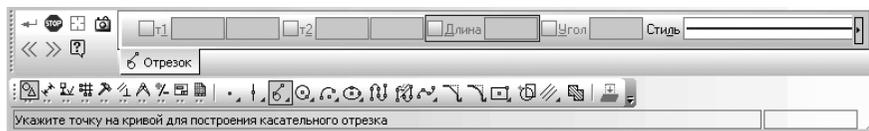

Рис. 4.16. Панель свойств: Касательный отрезок через точку кривой, Компактная панель и Строка состояния
- щелкните на **Компактной панели** на панели инструментов по кнопке – **Отрезок** и, удерживая ее нажатой, переместите вверх на кнопку . **Касательный отрезок через точку кривой** и отпустите левую кнопку. Появится соответствующая **Панель свойств: Касательный отрезок через точку кривой** (рис. 4.16).